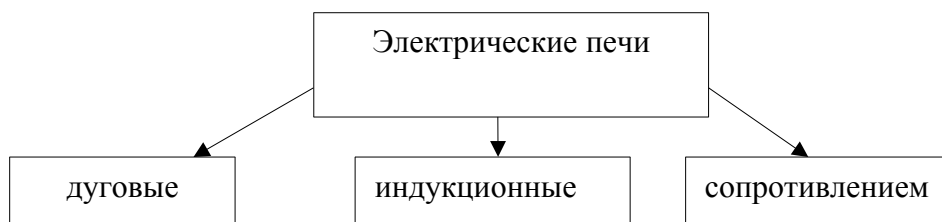

Рисунок 13 - Характеристика способа превращения электрической энергии в тепловую в электрических печах.
**Задание 5.** Продолжить схему (рис. 13) характеристики способа превращения электрической энергии в тепловую в электрических печах.